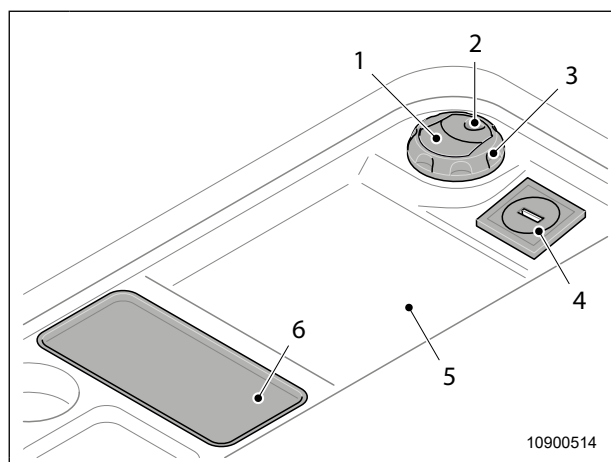

Fig. 42 Uscita aria calda
- ☞ L'uscita dell'aria calda (Fig. 42, pos. 3) si apre premendo la cavità di innesto (Fig. 42, pos. 2). L'apporto di aria calda viene regolato posizionando le lamelle (Fig. 42, pos. 1).
- A seconda dell'apparecchiatura, il tetto a soffietto è dotato di illuminazione a LED e di una presa USB (Fig. 42, pos. 4) sulle superfici di appoggio (Fig. 42, pos. 5).
- A seconda dell'equipaggiamento, il tetto a soffietto è dotato di un vassoio di ricarica (Fig. 42, pos. 6) per la ricarica induttiva di uno smartphone.